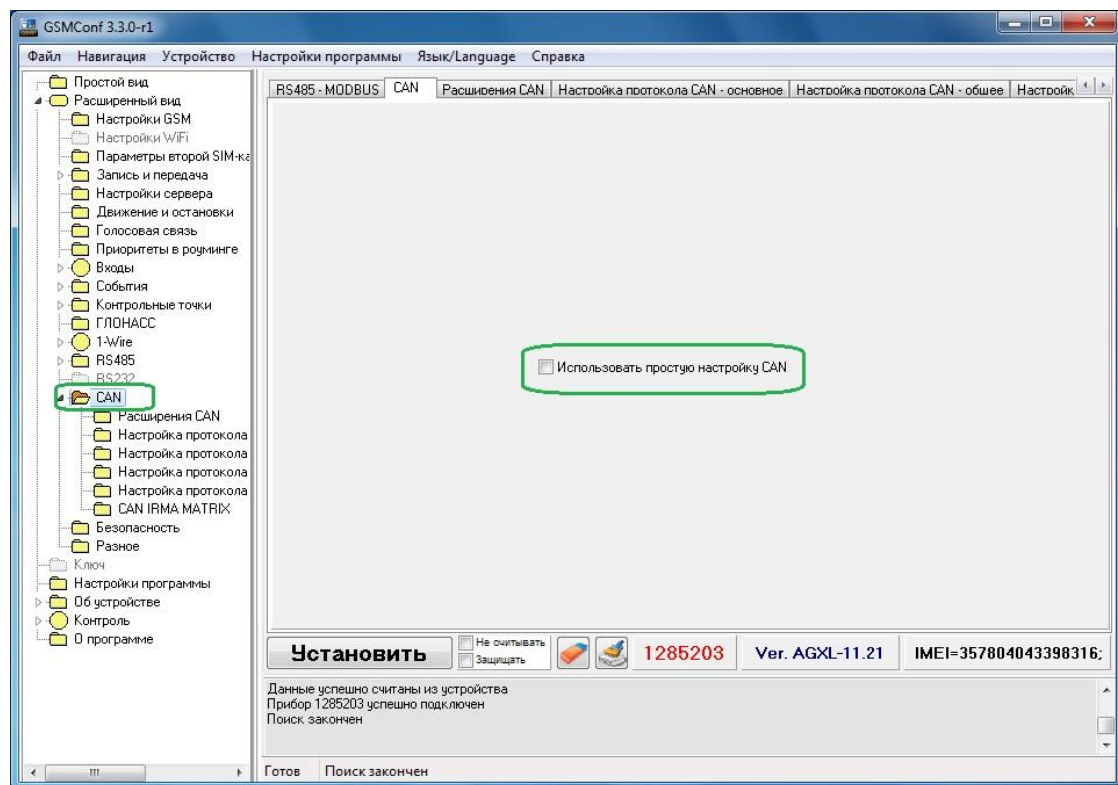

Рисунок 1
3.1.1. На вкладке CAN необходимо использовать только простую настройку CAN, чтобы не было активных запросов (Рис. 1):